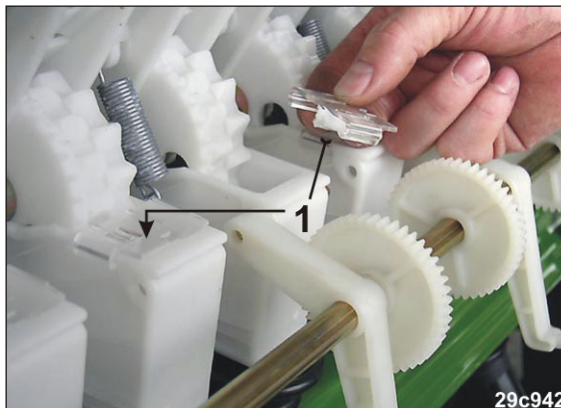

Bild 246
2. Markera nya körspårssåhjul genom att placera finsåhjulsborstarna (Bild 246/1) på de nya körspårssåhusen.